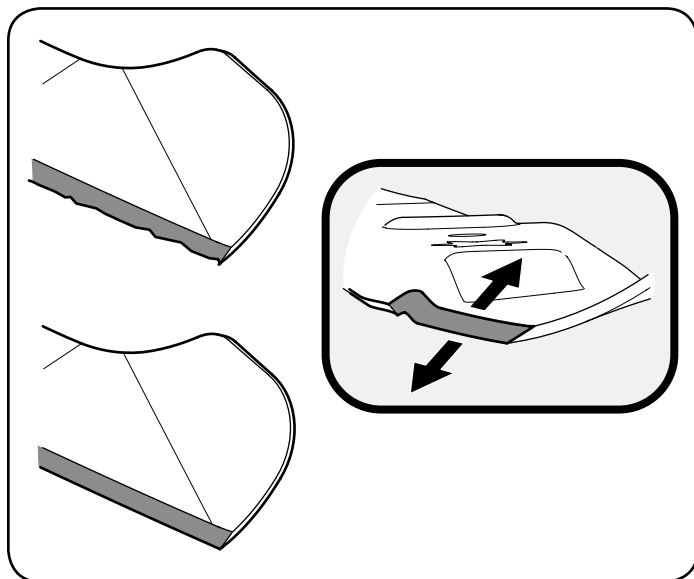

Figura 33
- Para afilar las cuchillas de corte de forma adecuada, extraiga cantidades iguales de metal de ambos extremos de las cuchillas a lo largo de los bordes cortantes, paralelo al borde de caída y a un ángulo de 25° a 30°. Afile siempre cada borde de las cuchillas de corte de forma pareja para mantener un equilibrio adecuado entre las mismas. Vea la Figura 33.